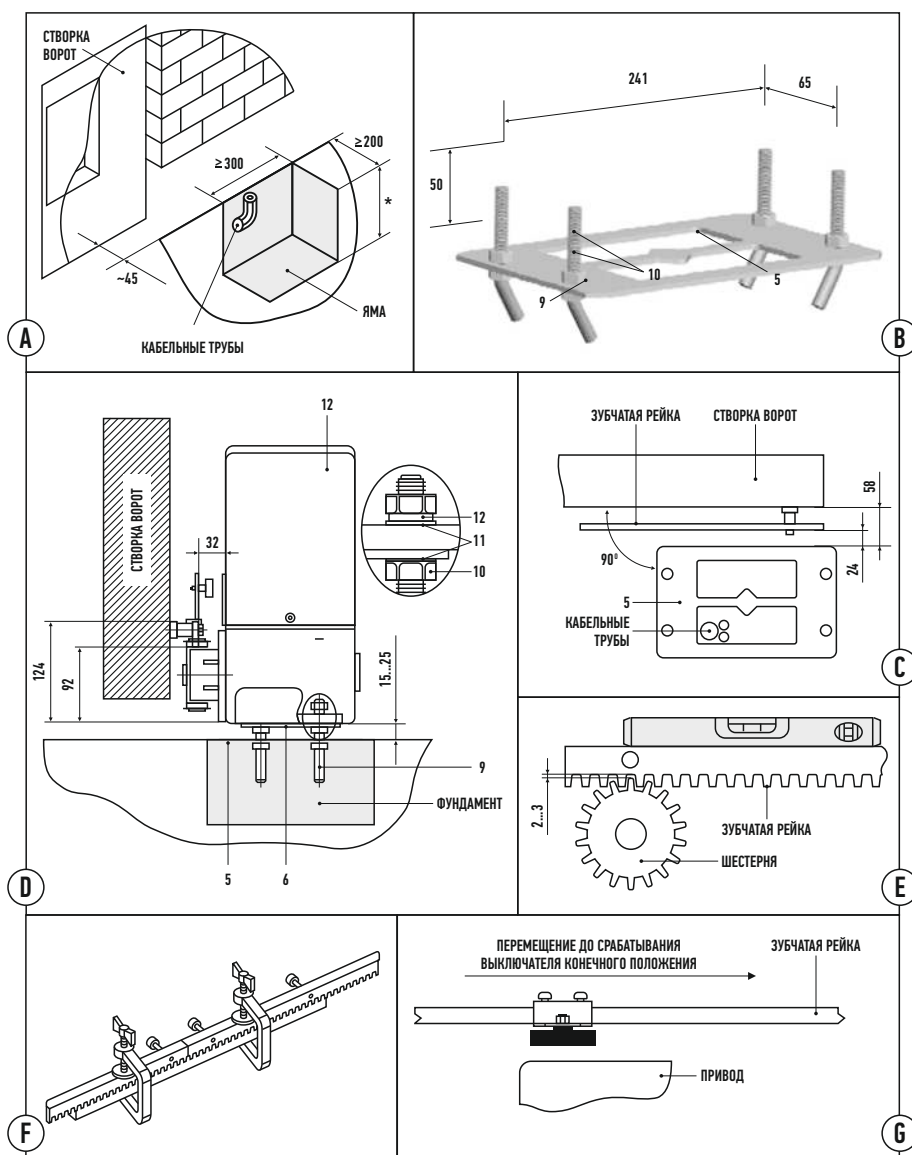

Рис. 2
- Подготовьте яму (Рис. 2А) под фундамент для привода. Расположение ямы относительно проема выберите в зависимости от конструкции ворот (например, при самонесущих воротах привод располагается так, чтобы шестерня находилась посередине между роликовыми опорами). \*) Яму выполняйте на глубину, при которой не происходит промерзание грунта.
- Установите на монтажное основание 5 (Рис. 2В) фундаментные болты 9 и зафиксируйте их гайками 10. Гайки под монтажным основанием вверните так, чтобы оставшаяся часть болта выходила выше основания на 50мм.
- Установите монтажное основание 5 с болтами в фундамент, выдерживая необходимые установочные расстояния (Рис. 2С), соблюдая параллельность створке ворот и горизонтальность. Монтажное основание при установке необходимо немного вдавить (утопить) в фундамент, предварительно пропустив через окно в основании кабельные трубы с электрическими кабелями.
- Поместите первую секцию зубчатой рейки горизонтально на шестерню привода, прижав крепления (втулки) к поверхности створки ворот. Выдерживайте зазор между зубчатой рейкой и шестерней 2...3мм (Рис. 2Е) для предотвращения воздействия веса створки на привод. Наметьте точки крепления зубчатой рейки на створке ворот.